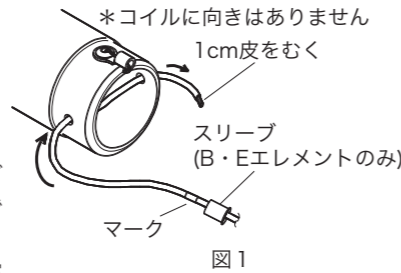

図1
3. エレメントをコイルの穴に通します。(以上図1参照)
2. エレメントをコイルの穴に通します。(以上 図1参照)